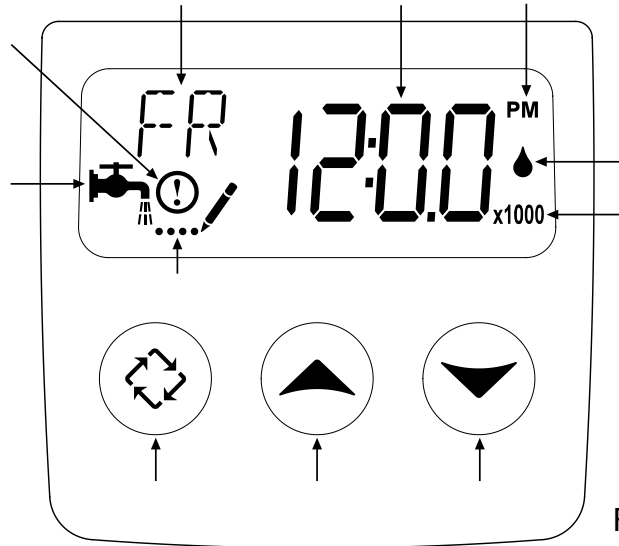

Figure 4
9. Brancher le transformateur de 24-volt dans une prise de 120 VAC 60 Hz. Cette soupape a quatre positions: 1) Brine/slow rinse 2) Backwash 3) Rapid Rinse et 4) Brine Refill. Lorsque la valve est en position de 'Service' le bouton de cycle supplémentaire (bouton situé à la gauche voir figure 4) doit être pressé et retenu pendant 5 secondes pour faire avancer la soupape en Position 1 - Brine/ slow rinse (1...59). Appuyer de nouveau sur le bouton du cycle supplémentaire pour faire avancer la soupape en Position 2 - Backwash (2...9). Lentement ouvrir l'alimentation d'eau pour que l'appareil fasse son contrecourant ce qui éliminera l'air du réservoir et nettoiera le système.